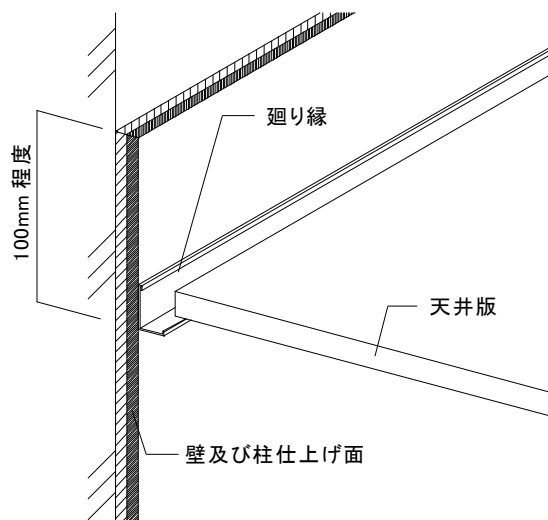

図2-2-1 壁面の仕上がり高さ
①壁面が天井仕上面より 100 mm程度上方まで仕上げてあることを確認する。(図 2-2-1 参照)